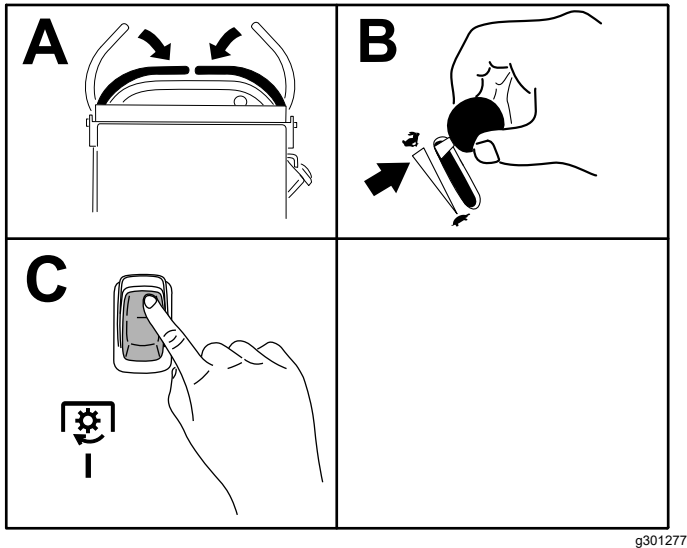

Figura 9
**Nota:** Si desengrana las cuchillas de la segadora soltando las palancas de control de movimiento, puede engranar las cuchillas otra vez moviendo el interruptor a la posición de ENGRANADO (Figura 9) sin moverlo primero a la posición de DESENGRANADO.